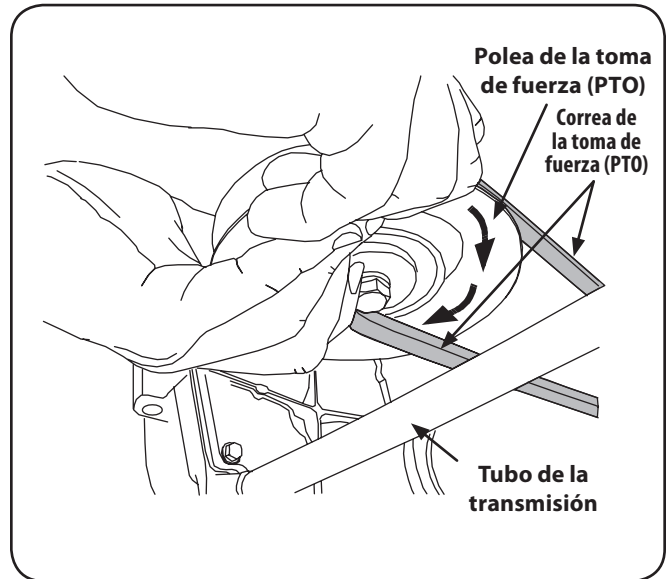

Figura 7-4
5. Mientras sostiene la correa hacia abajo, siga girando la polea de la PTO hasta que la correa se deslice fuera de la polea. Consulte la Figura 7-4.
Tire del lado derecho de la correa hacia atrás y coloque el lado V angosto de la correa en la polea de la PTO. Consulte la Figura 7-4.
- Mientras sostiene la correa y la polea juntas, rote la polea hacia la izquierda (Vea la Figura 7-4). Siga sosteniendo y rotando la polea y la correa hasta que la correa se enrolle totalmente en la polea de la PTO.